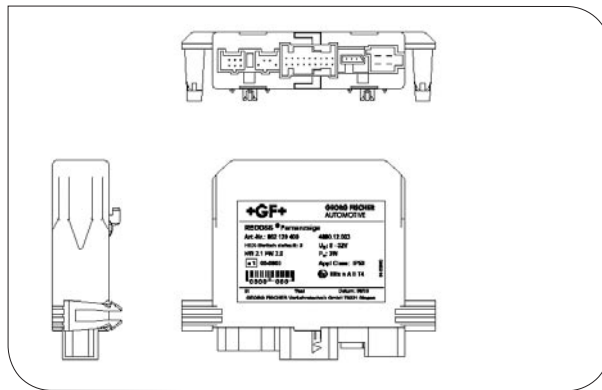

Figura 4.3
El mando (número de ref. de Georg Fischer 662 129 400; figura 4.3) se fijará en el armario eléctrico de la cabina situado en el lado del pasajero, insertando los elementos de fijación en los huecos previstos para ello en el cuadro de instrumentos del vehículo. Si no existieran dichos puntos de fijación, debe utilizarse nuestro adaptador de fijación (número de ref. 662 129 404, o 662 129 407 para vehículos MAN TGA).